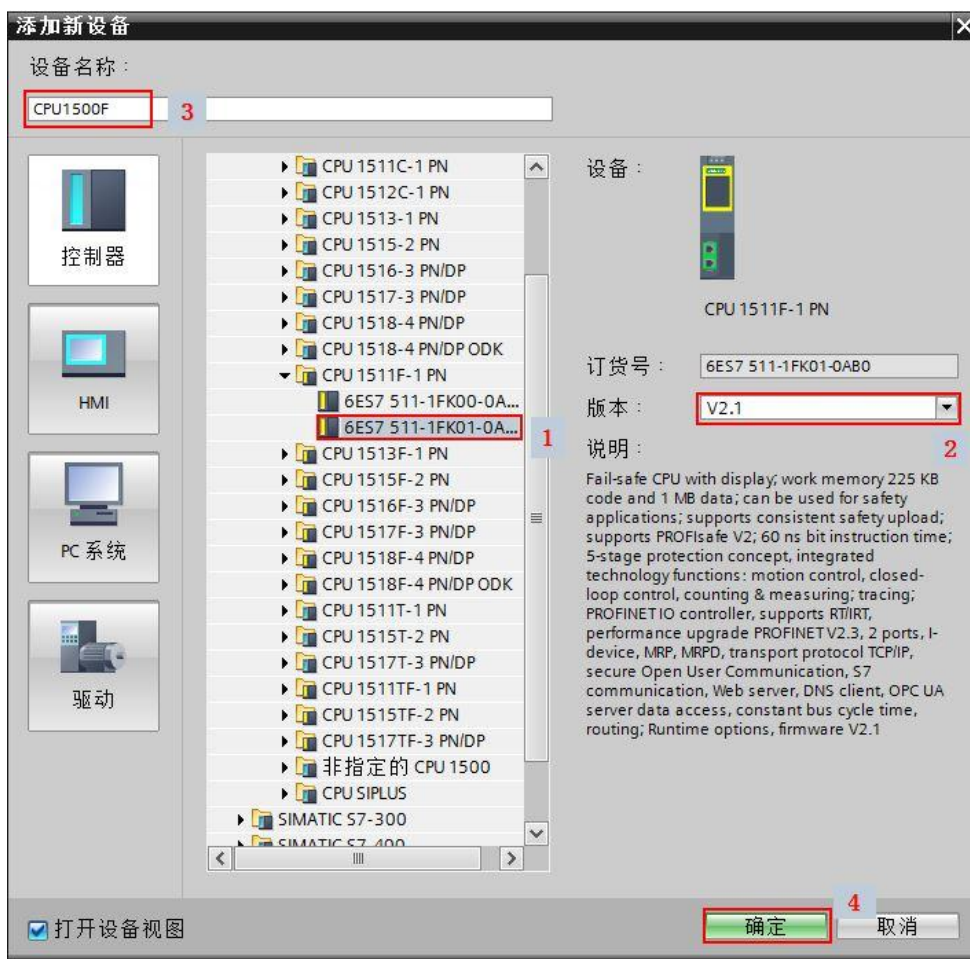

图 2-2 插入 1500F 站
2) 添加新设备，选择的订货号和版本，将设备名称命名为：CPU1500F，如图 2-2。